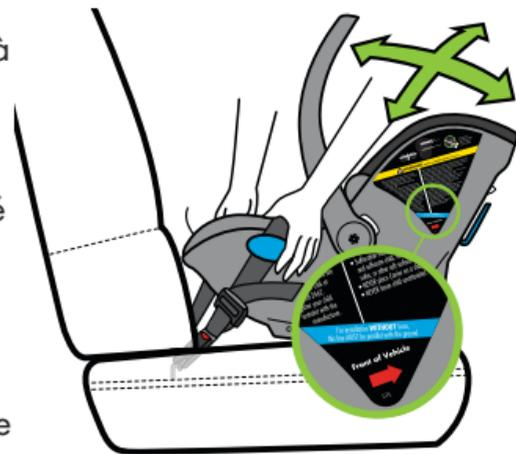

Figure 56
- Vérifiez que la ligne de référence d'inclinaison bleue située sur le côté du siège est parallèle au sol, comme illustré à la **Figure 56**. Sinon, desserrez un peu la ceinture DUA, ajustez l'inclinaison du porte-bébé et revenez à l'**étape 12**.